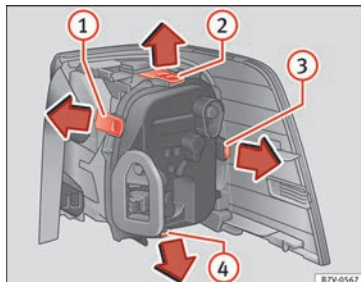

Abb. 114 Rückleuchte in der Karosserie: Lampenträger ausbauen. ① bis ④ Verriegelungslaschen.
8.	Zum Entriegeln des Lampenträgers Verriegelungslaschen » Abb. 114 ① a ④ in Pfeilrichtung drücken.